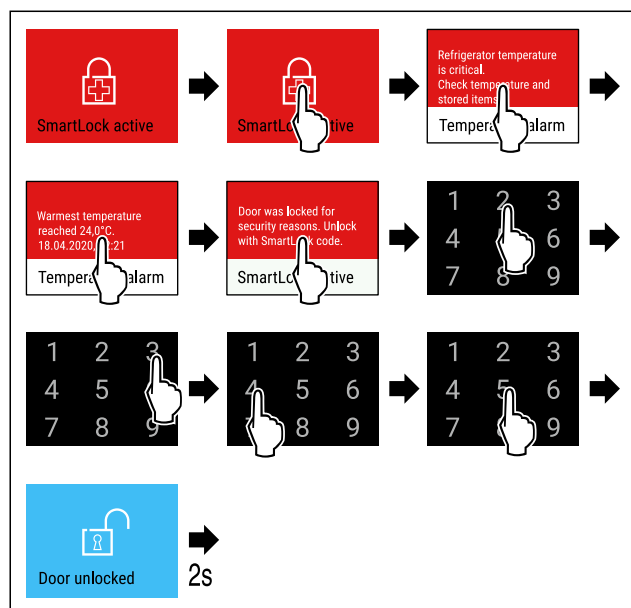

Fig. 86
- Handlungsschritte (siehe Fig. 86) durchführen.